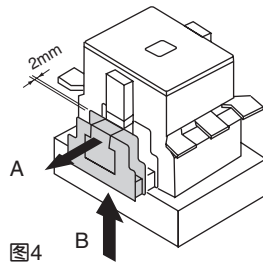

图4
- (1) 按照箭头A的方向拉动辅助触点单元，留出2mm左右的间隙后，再按照箭头B的方向将其拉出。（图4）